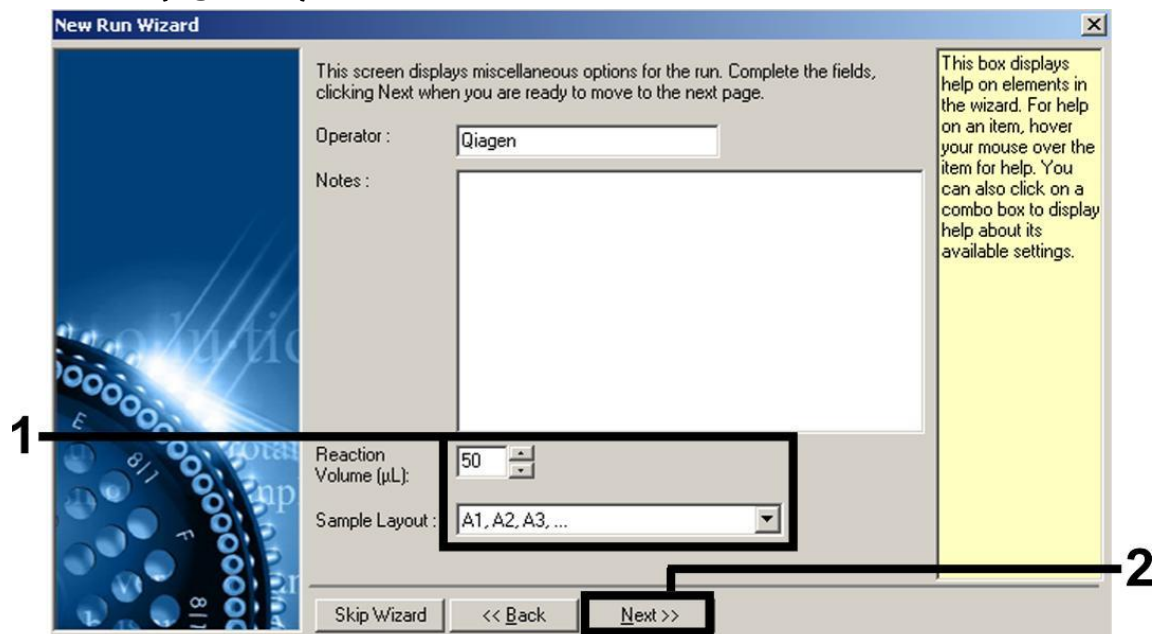

Figure 6. Définition des paramètres généraux d'analyse.
7. Sélectionner 50 pour le volume de réaction de la PCR et cliquer sur « Next » (figure 6).